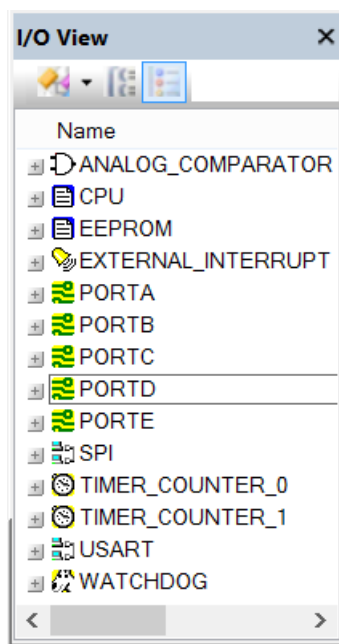

Рис. 5. Окно регистров ввода-вывода
- *I/O*. В окне *I/O View* отображаются логически сгруппированные управляющие регистры и регистры данных периферийных устройств, что позволяет осуществить полный контроль периферийного устройства в процессе отладки. Все периферийные устройства имеют 8- или 16-разрядные регистры, образующие группу регистров ввода/вывода, которые доступны для чтения и записи. Микроконтроллеры AVR различаются по количеству и составу встроенных периферийных устройств. Список устройств, отображаемых в окне *I/O View*, соответствует модели выбранного микроконтроллера и изменяется при переходе от одной модели к другой. Например, в состав *I/O* микроконтроллера ATmega8515 (рис. 5) входят пять портов (A, B, C, D, E), два последовательных интерфейса (SPI и USART), два таймера/счетчика, модуль внешних прерываний, память EEPROM, аналоговый компаратор и ряд регистров ЦПУ (CPU).